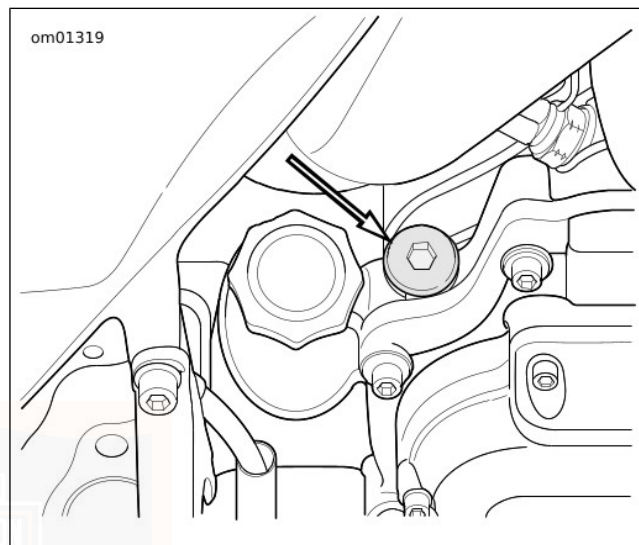

Abbildung 111. Lage des Getriebeeinfüllverschlussstopfens/Ölmesstabs
2. Siehe Abbildung 111. Den Getriebeeinfüllverschlussstopfen/Ölmessstab entfernen. Den Ölmessstab sauber wischen.